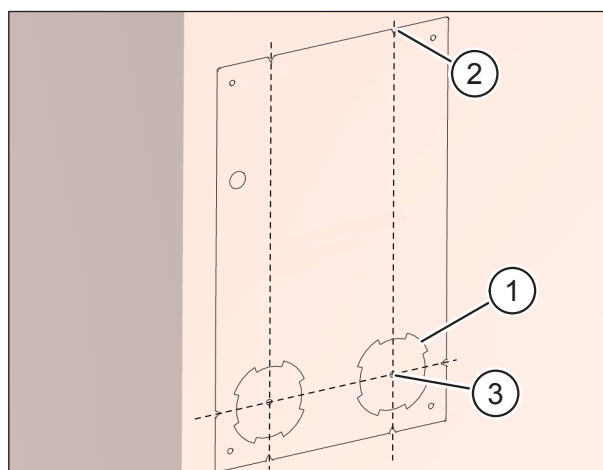

Рис. 15: разметка на внутренней стене здания
- ▶ Наметьте линии (поз. 1 на рис. 15) перфорированных контуров для стержневых отверстий на внутренней стене.
- ▶ Наметьте шесть засечек (поз. 2 на рис. 15) сверлильного шаблона на внутренней стене.
- ▶ Начертите перекрестья (поз. 3 на рис. 15) для стержневых отверстий с помощью шести намеченных засечек.
- ▶ Используя рис. 15, проверьте разметку для стержневых отверстий.